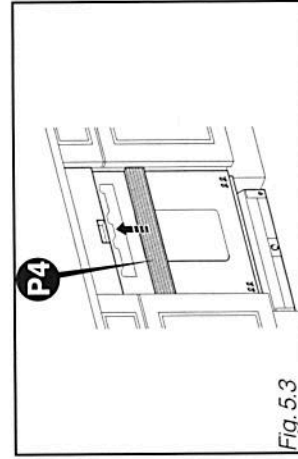

Fig. 5.3
- Encaixar a totalidade das margens realçadas **P4** no painel do aparelho (Fig. 5.3).